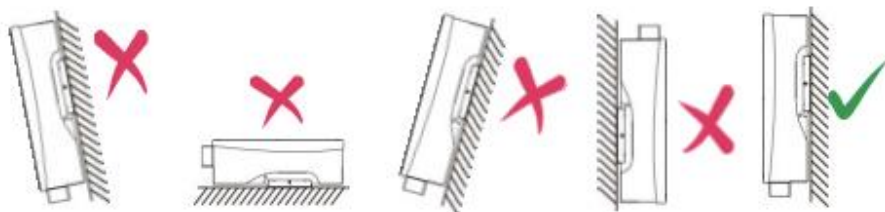

Рисунок 11
- ❖ Инвертор допускается устанавливать только в вертикальном положении, при этом угол наклона не должен превышать 15° (рисунок 11).